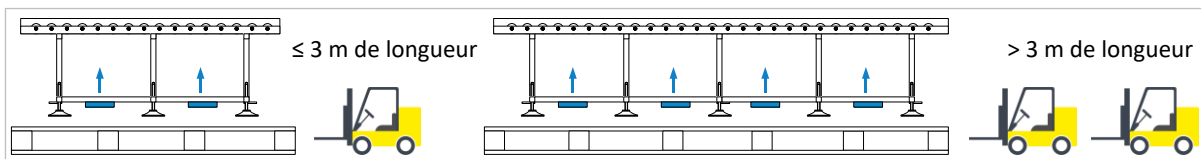

Figure 4 : soulever de la palette avec un chariot élévateur
- Insérez les fourches réglées en largeur aux endroits indiqués sur la ⇒ Figure 4 (à gauche).
- Insérez les fourches réglées en largeur aux endroits indiqués sur la ⇒ Figure 4 (à droite).